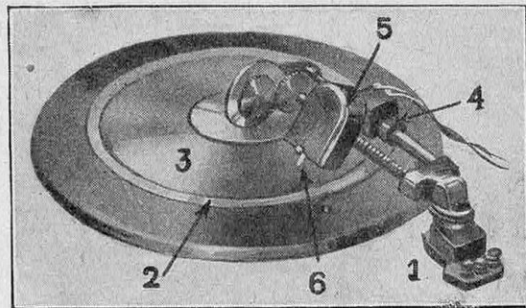

FIG. 7. — DISPOSITIF D'ENREGISTREMENT ÉLECTRIQUE D'AMATEUR
La figure 7 montre une des nombreuses réalisations. L'enregistrement est effectué, sur les disques métalliques, par des aiguilles en acier. Le pick-up (5) est entraîné par une vis sans fin qui, elle-même, est mise en mouvement par une petite roue caoutchoutée roulant à frottement doux sur le plateau du phonographe (3). Pour l'enregistrement, l'ensemble formant le bras enregistreur se place dans un support spécial (1) fixé sur le plateau du phonographe.